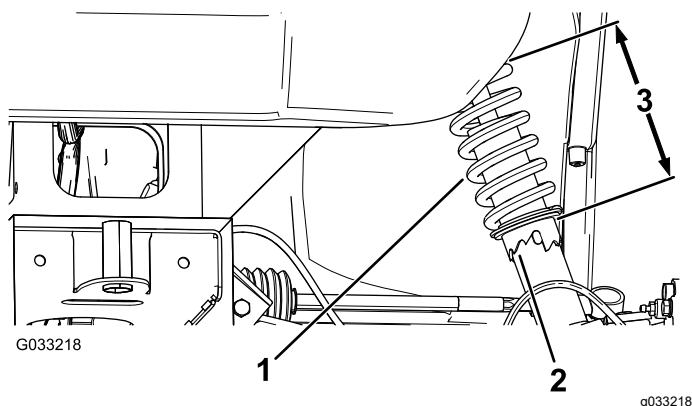

図 58
- 1. 特殊工具TORO132-5069を使って、ショックアブソーバのカラーを回転させてスプリングの長さを変更する 図 58。